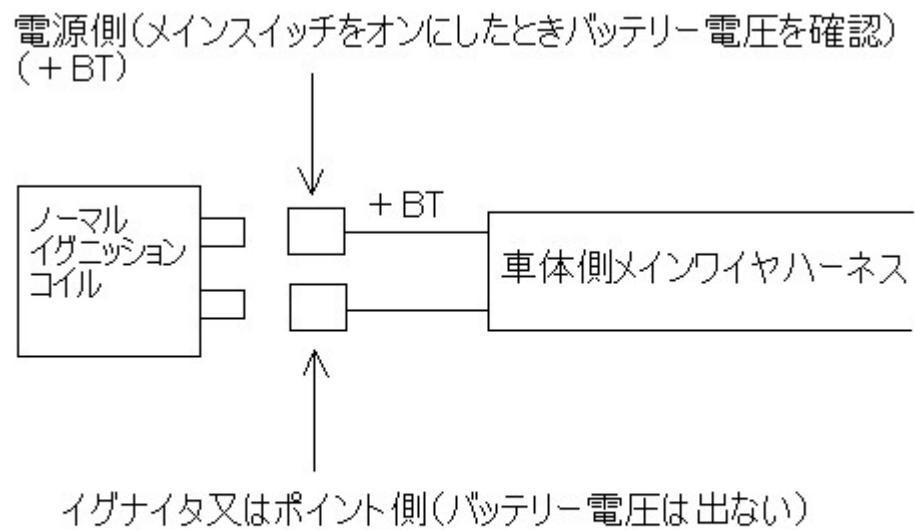
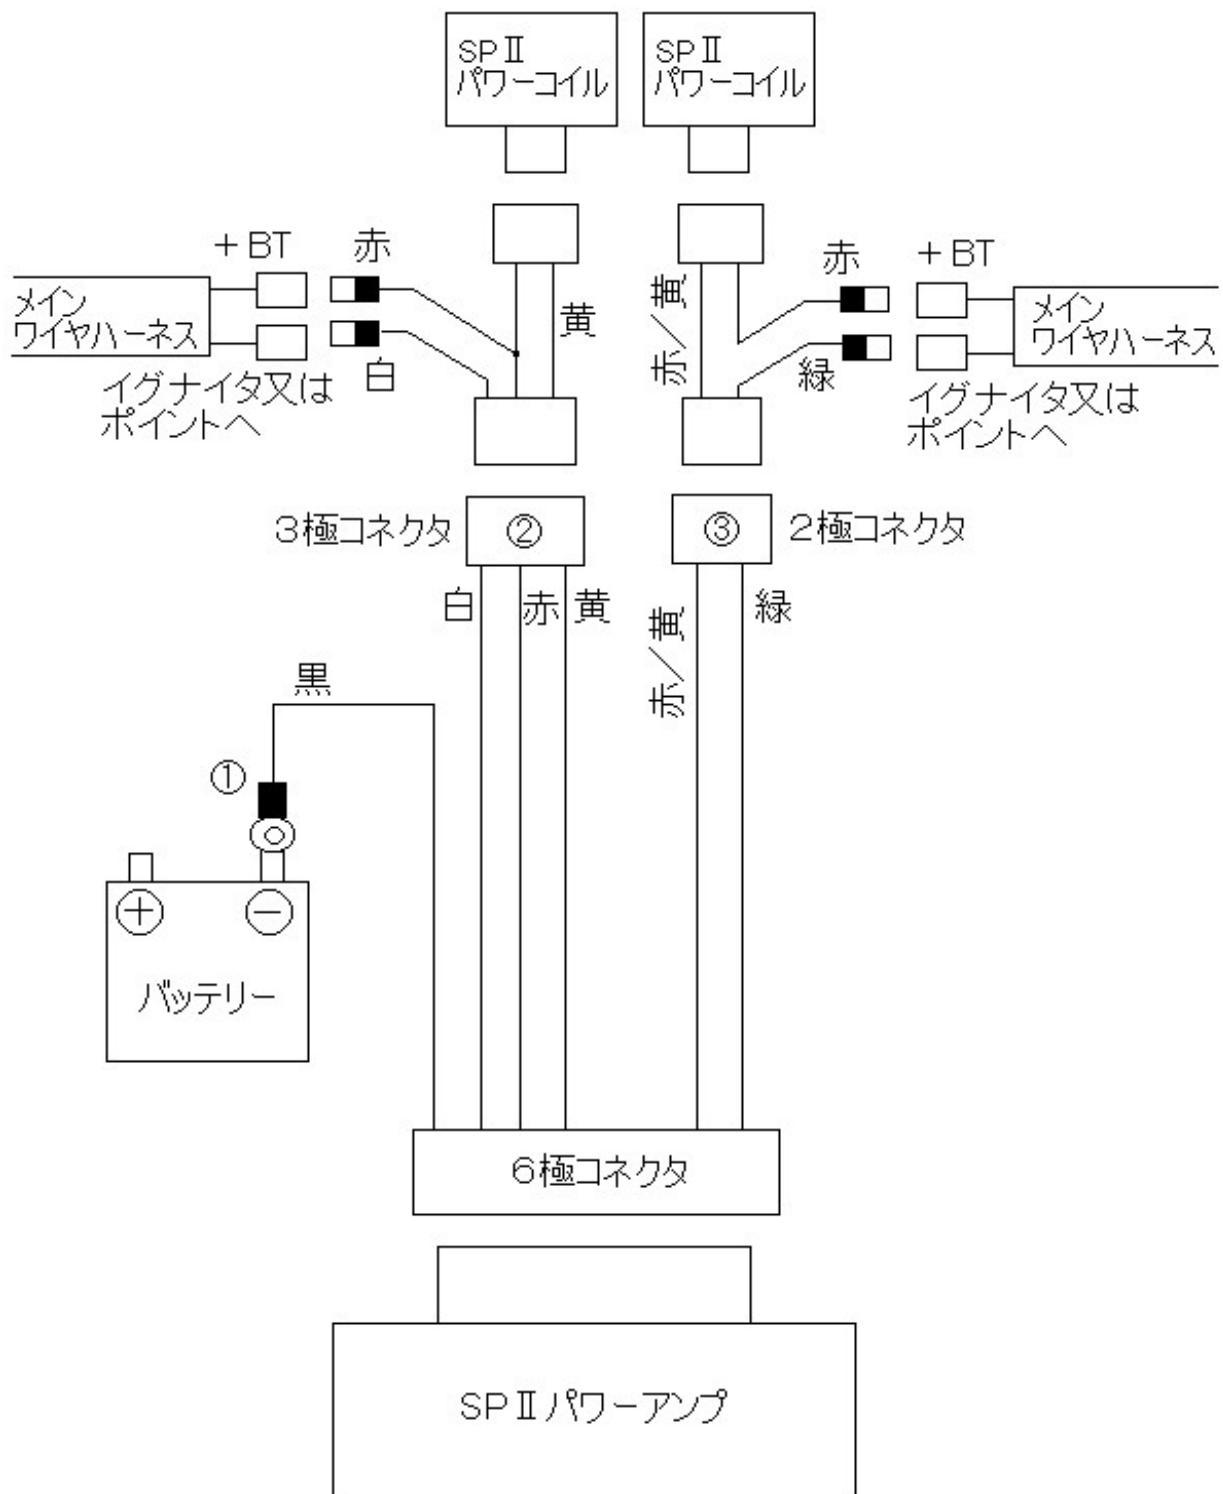

図1 電源側の確認
図2 配線図
- ① ノーマルイグニッションコイルを取り外して下さい。取り外した後、車体側の配線で電源側、イグナイタ側をテスターで確認して下さい(図1参照)
- ② SP2 パワーコイルとプラグコードを7、8ページ「プラグコードコネクタ装着方法」に従って接続して下さい。
- ③ SP2 パワーアンプの位置を設定し両面接着シートで固定して下さい。アンプは熱を発生しますので風通しに十分注意してください。
- ④ 図2のように SP2 ワイヤーハーネスを接続して下さい。配線の長さを適当にカットして調整して下さい。図の②③のコネクタは相手側と配線色が同じになるようにセットして下さい。①のアース端子は付属の熱収縮チューブで保護して下さい。イグニッションコイルが2個の場合、②③のコネクタにどちらのコイルが接続されても構いません。イグニッションコイルが1個の場合②の3極コネクタのみになります。